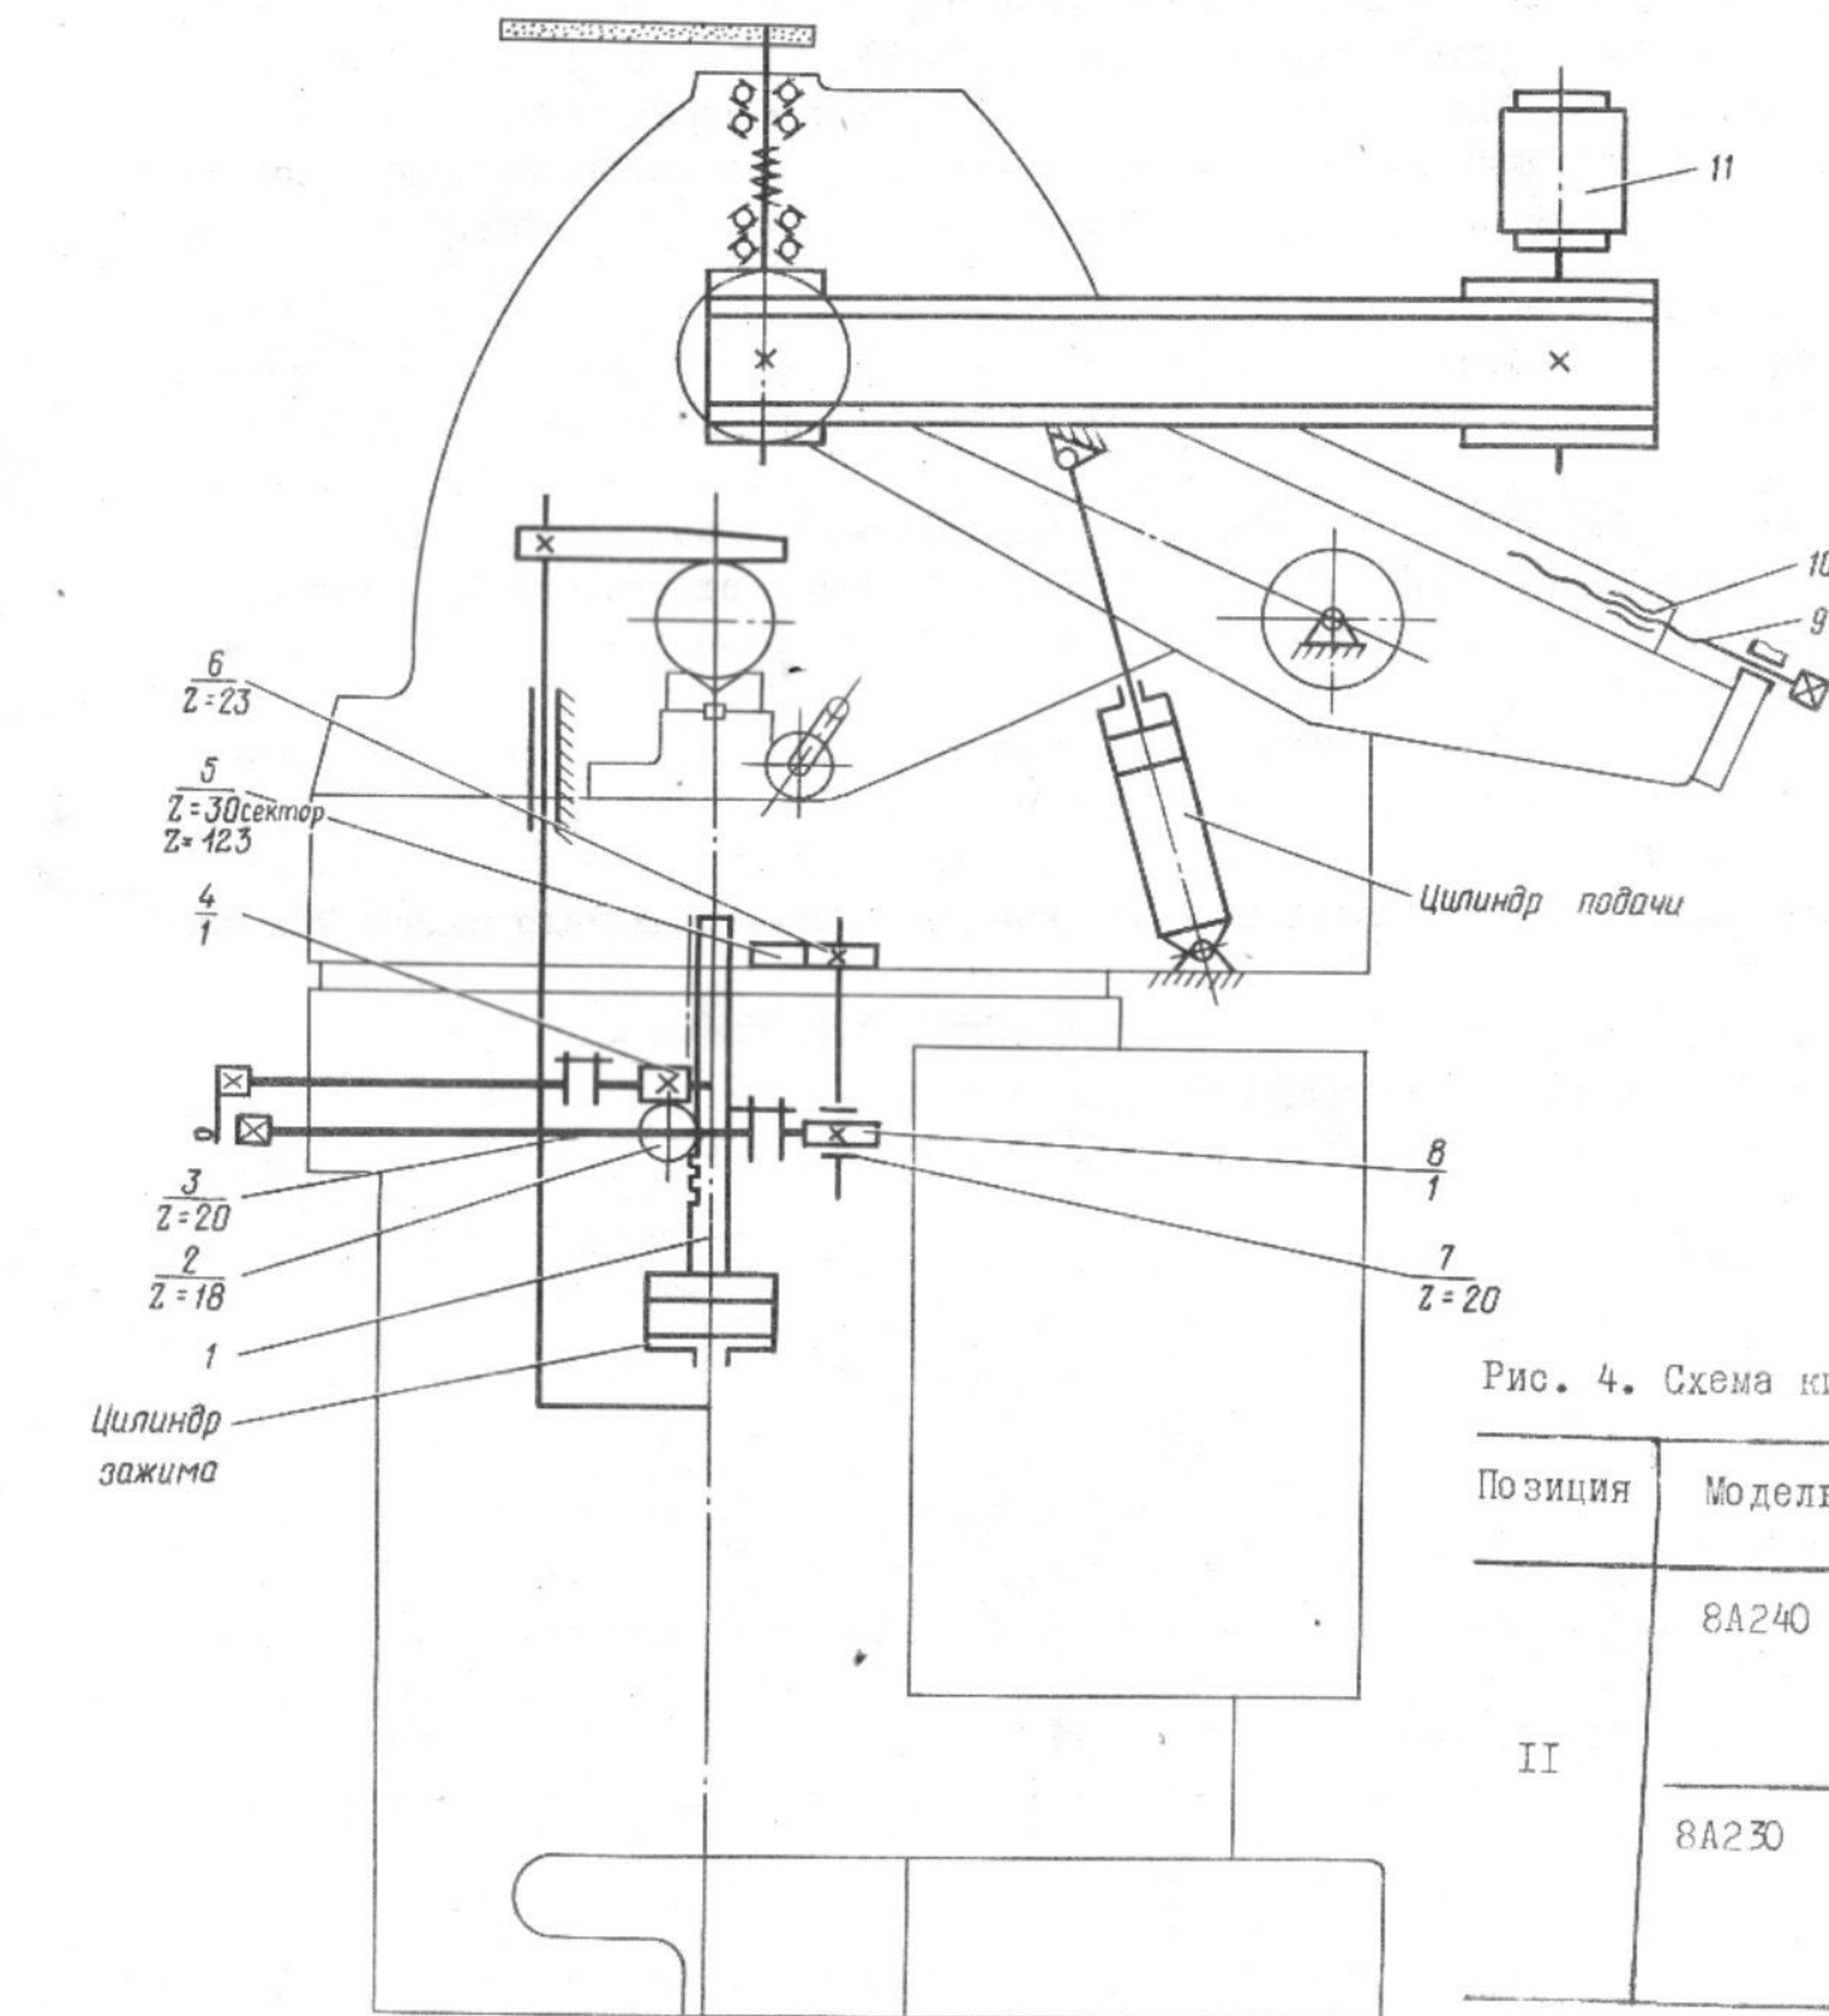

Рис. 4. Схема кинематическая
I.3.5. Схема кинематическая (рис.4)